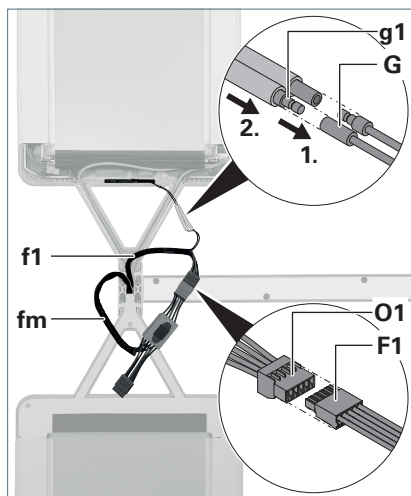

Fig. 21: Brancher les câbles d'alimentation, brancher l'antenne.
15. Branchez le câble d'alimentation **f1** du support transversal au câble d'alimentation **fm** du jeu de câbles en insérant le connecteur femelle **F1** dans le connecteur mâle **O1**, voir Fig. 21.